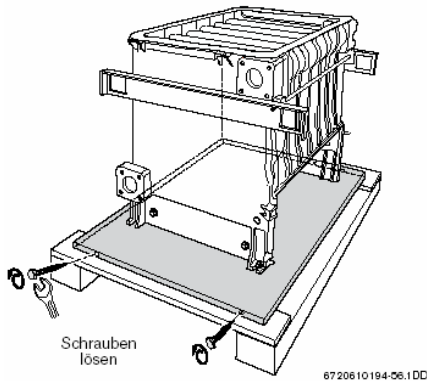

Рис. 27 Кріплення котла KN 45...63-9...
- KN 45...63-9... прикручена з боків, див. Рис. 27);